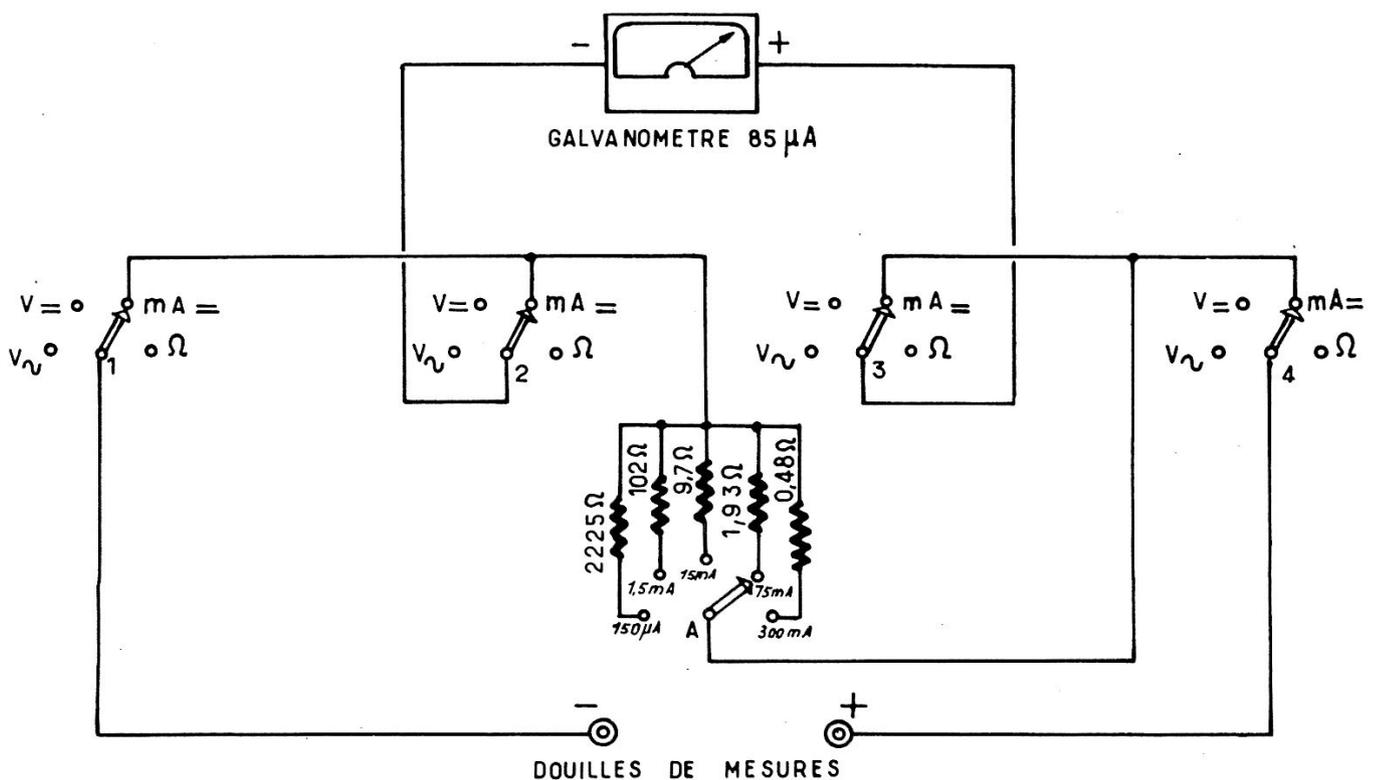

Fig. 97 Fonction en milliampèremètre pour courant continu.
*Milliampèremètre continu* — Lorsque le commutateur de fonctions est dans la position de la figure 97 ce contrôleur est apte à mesurer des intensités de courant continu comprises dans les calibres que nous avons indiqués plus haut. Pour cela toutes les résistances additionnelles sont supprimées. Par contre les sections 2 et 3 du commutateur de fonctions introduisent aux bornes du galvanomètre des shunts appropriés. Ces shunts de valeurs différentes pour chaque calibre sont sélectionnés par le commutateur de sensibilités. Pour le calibre 150  $\mu\text{A}$  le shunt fait 2 225 ohms, pour le calibre 1,5 mA le shunt fait 102 ohms. Les calibres 15 mA, 75 mA et 300 mA sont obtenus respectivement par des shunts ayant pour valeurs 9,7 ohms, 1,93 ohm et 0,48 ohm. Les sections 1 et 4 du commutateur relient les douilles « mesures » aux bornes du galvanomètre.